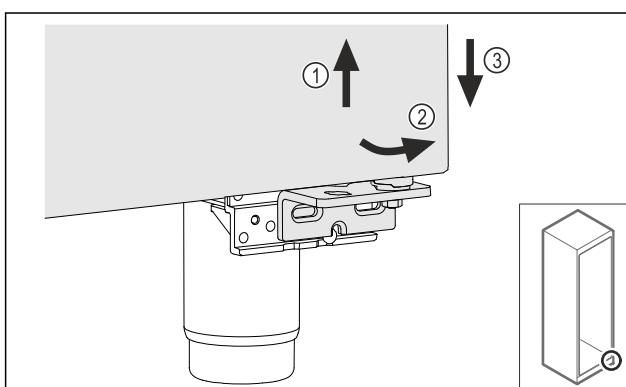

Fig. 16
- ▶ Nadvihnite zľahka dvere Fig. 16 (1), dole ich preklopte dopredu Fig. 16 (2) a spusťte dolu Fig. 16 (3).